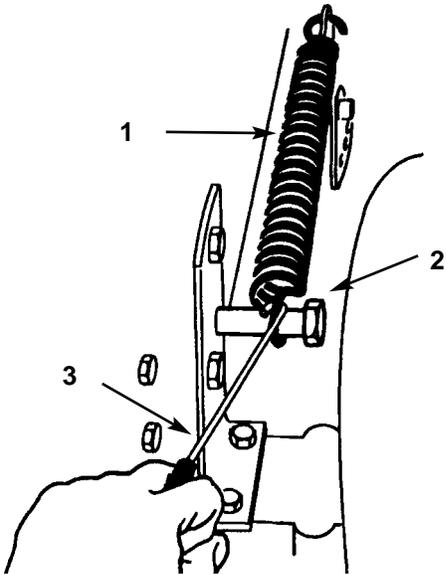

Bild 38
- Die Spannfeder der Schnitthöheneinstellung von der Befestigungsschraube entfernen (Bild 38), dabei das mitgelieferte Federwerkzeug benutzen. Diese Feder befindet sich zwischen Rahmen und rechtem Hinterrad.
13. Den Schnitt Höheneinstellhebel (Mähdeckhub) in die "D"-Auskerbung bringen. Die Hubzugfeder zum Ablagern am Befestigungsbolzen einhaken (Bild 38).
15. Die Schnitthöhenfeder in die Befestigungsschraube (Bild 38) einhaken, dabei das mitgelieferte Federwerkzeug benutzen.